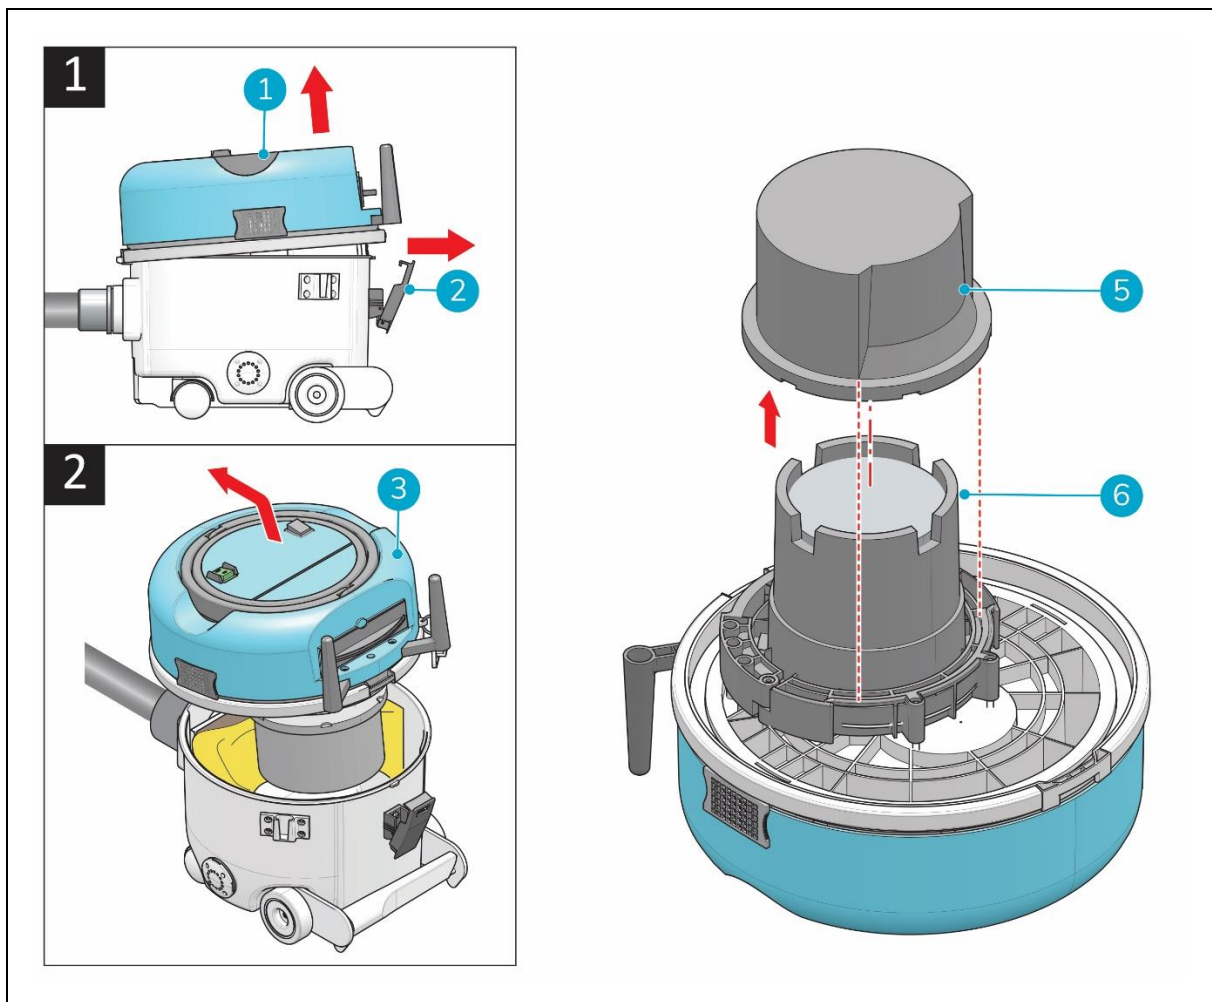

Figure 23
1. Libérez les loquets (fig. 23, pos. 2).
2. Soulevez le capot (fig. 23, pos. 1) sous le rebord gris, sur le côté du loquet.
3. Tirez le capot vers le côté du tuyau et soulevez-le (fig. 23, pos. 3).
5. Soulevez l'ancien filtre du moteur (fig. 23, pos. 5) pour le déposer.
6. Placez le nouveau filtre du moteur. Alignez l'encoche du filtre avec l'encoche sur le dessus du moteur (fig. 23, pos. 6).
1. Libérez le loquet (fig. 23, pos. 2).
5. Soulevez le filtre du moteur (fig. 23, pos. 5) pour le déposer.
8. Remettez le filtre du moteur en place. Alignez les encoches du filtre avec les encoches du capot de l'i-vac® 6 (voir fig. 23).